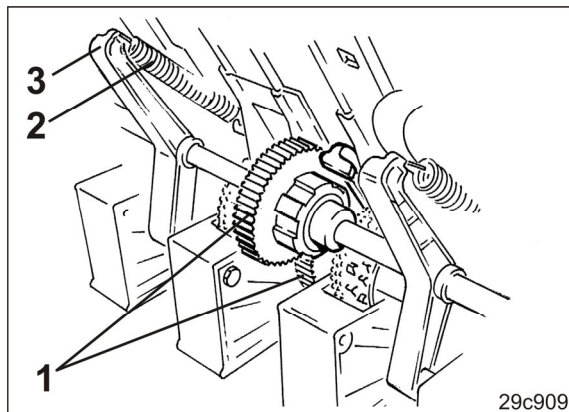

Fig. 245
8. Få tænderne (Fig. 245/1) på forlagsakselkoblingen og såakslens cylindriske tandhjul til at gå i indgreb.
9. Sæt trækfjedrene (Fig. 245/2) på drejelejerne (Fig. 245/3).